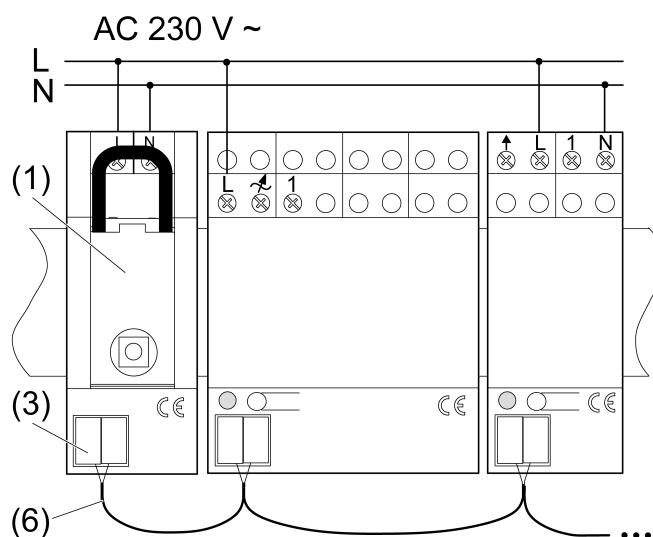

Figure 3
- Monter le récepteur radio (1) sur le rail DIN.
- Raccorder le récepteur radio conformément au schéma de raccordement (figure 3).
- Raccorder le récepteur radio aux actionneurs radio REG via un raccord prise (3) et un câble de bus (6).